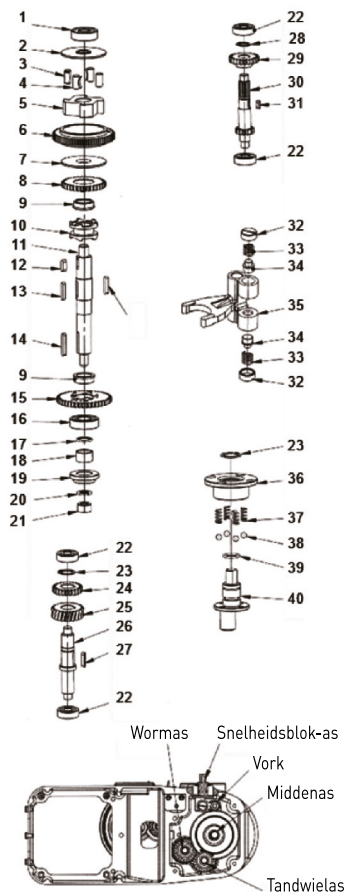

Figuur 1: Behuizing van het apparaat
- Behuizing van het apparaat (Figuur 1);
## Onderdelenlijst Figuur 1